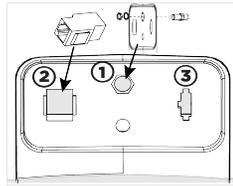

Abbildung 11
**HINWEIS:** Führen Sie in den folgenden Schritten zuerst das Netzkabel der Konsole durch die Öffnung und danach das TV-Kabel. Führen Sie die restlichen Kabel in der Reihenfolge der Steckergröße hindurch (Abbildung 11).
- a. Bringen Sie den TV-(Koaxial-)Koppler, die Zahnscheibe und die Mutter an der Anschlussplatte am unteren Ende des AMT an und ziehen Sie sie fest (Abbildung 11).
- a. Bringen Sie den Ethernet-Koppler an der Anschlussplatte an der unteren Vorderseite des AMT an (Abbildung 11).
- Stecken Sie das Netzkabel der Konsole an der Anschlussplatte an (Abbildung 11).